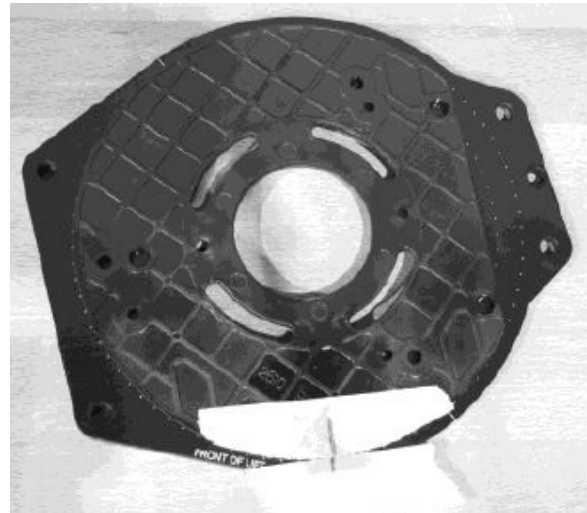

Abbildung 36
4. Zentrieren Sie die Gleitplatte der Fräse auf dem Befestigungsring. Richten Sie diese dazu nach den beiden Linien, die Sie in Schritt 1. gemacht haben aus und vermitteln Sie die Gleitplatte anhand der eingravierten Kreise auf der Befestigungsplatte (s. Abb. 36).